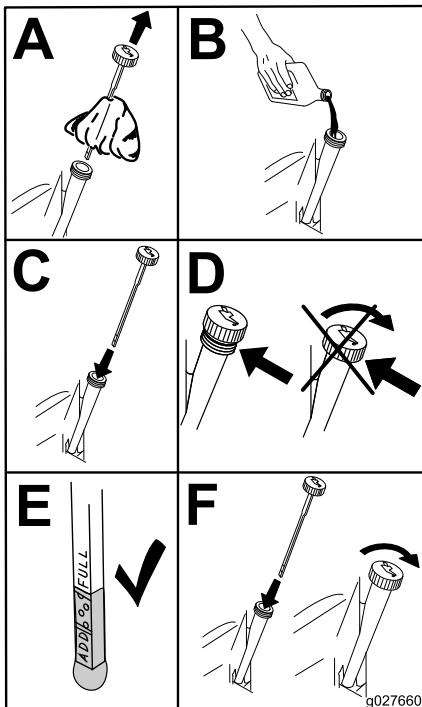

Figura 37
5. Vierta lentamente un 80% aproximadamente del aceite especificado por el tubo de llenado, luego añada lentamente el resto del aceite hasta que llegue a la marca de Lleno (Figura 37).